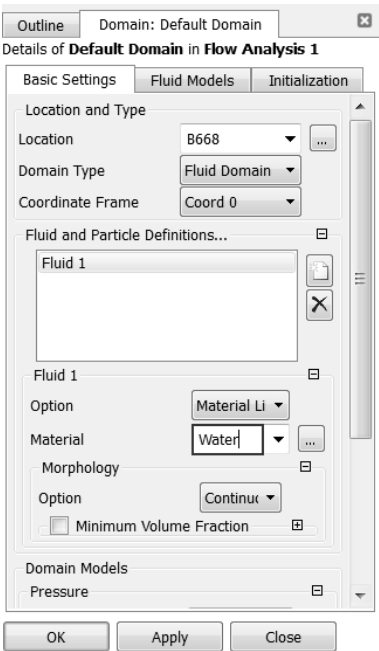

图 17-60 设置计算域
Step4：在如图 17-60 所示的对话框的 Basic Settings 选项卡的 Material 中选择 Water 材料。